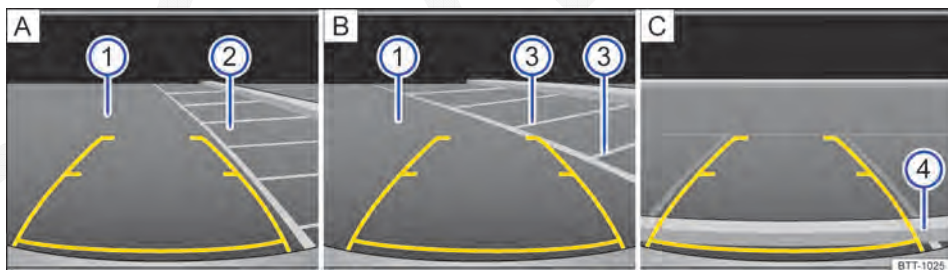

Fig. 164 Exibição do display do rádio ou do sistema de navegação: entrar na vaga de estacionamento com câmera de marcha a ré.
Legenda para a representação esquemática Fig. 164:
2.	Posicionar o veículo na frente da vaga de estacionamento ② ⇒ Fig. 164 A.
4.	Conduzir para trás devagar e manobrar B de modo as guias amarelas laterais conduzam para a vaga de estacionamento selecionada ②. Observar a seguinte mensagem: Controlar a trajetória do veículo! ⇒ ⚠ em Introdução ao tema na página 262!
5.	Alinhar o veículo na vaga de estacionamento selecionada de modo que as guias amarelas laterais fiquem em cima das linhas de limitação lateral ③.
6.	Parar o veículo o mais tardar ao atingir a linha amarela horizontal de limitação traseira, por exemplo, meio-fio ④ C .